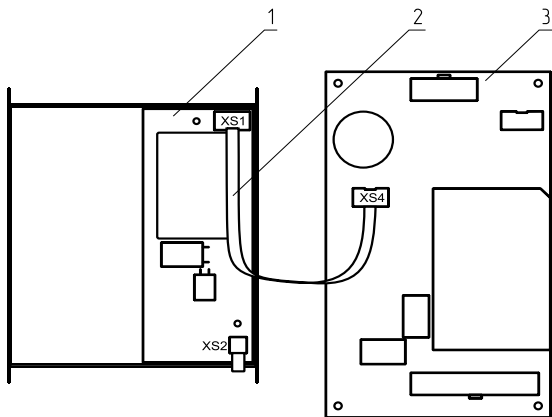

Рис.1 Подключение модуля GSM/GPRS к плате управления БУ ZOTA Lux/МК
7.1 Модуль GSM/GPRS состоит из металлической крышки (поз.5), в которой установлена плата модуля (поз.1) (ZOTA Lux/МК Рис.1). Для котлов ZOTA Smart SE/Solid/МК-S/МК-S Plus модуль GSM/GPRS Рис.2 и 3 состоит из платы модуля в сборе.